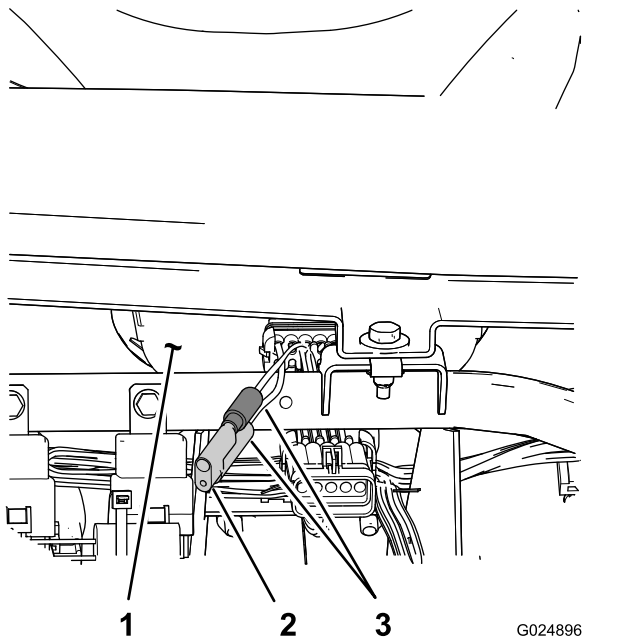

Figura 81
3. Localice los 2 cables sueltos juntos al velocímetro (Figura 81).
4. Retire el conector del cable del arnés y conecte los cables entre sí (Figura 81).